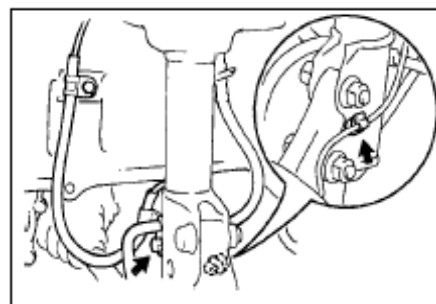

Рис. 118
(1) Открутите болт и снимите зажим, и отсоедините провод датчика от переднего амортизатора.(рис. 118)